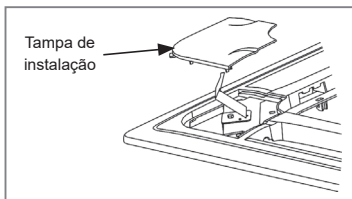

FIG. 24
- b. Alinhar o motor do Swing (oscilar) adequadamente no painel com as juntas de tubulação. Fig. 24.